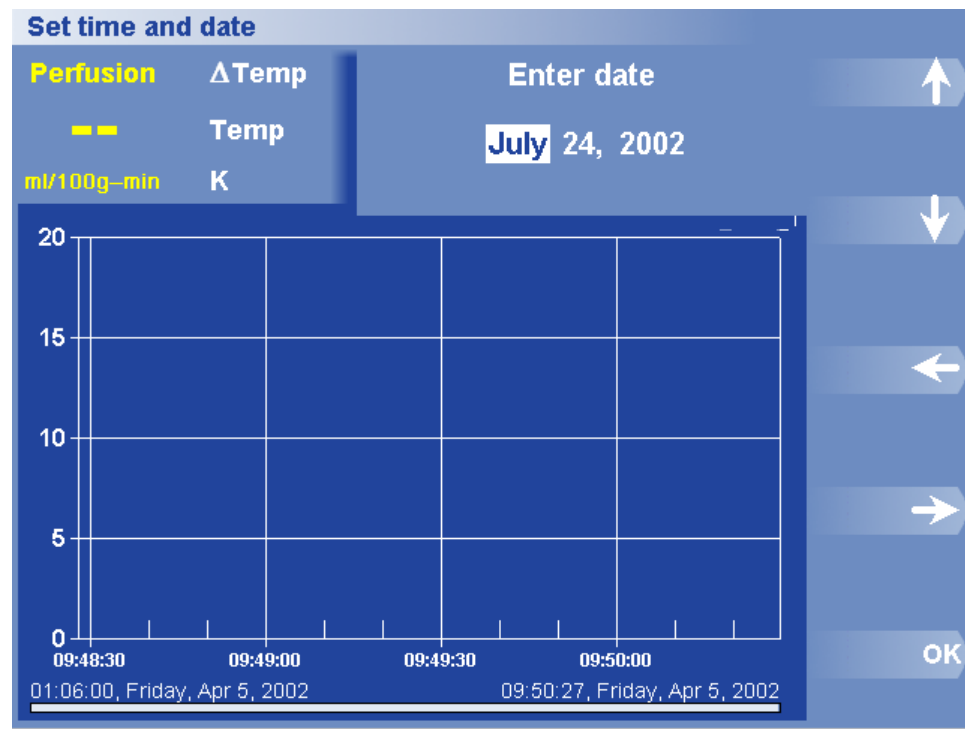

Figure 43. Boîte de dialogue et menu Définir la date
3. Cliquez sur Set Date (Définir la date). La boîte de dialogue Enter Date (Entrer la date) apparaît (figure 43).